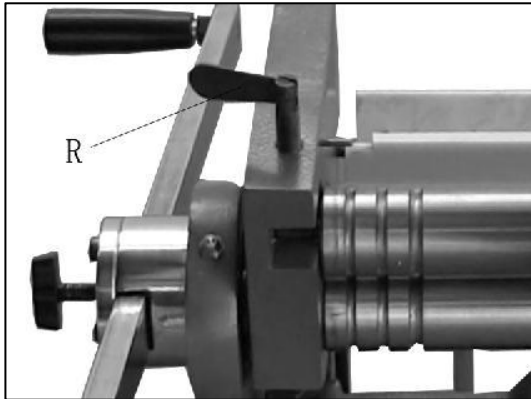

Figura 12
13. Allentare il bullone (R, Figura 12)
16. Reinstallare il rullo superiore e serrare il bullone (R, Figura 12).